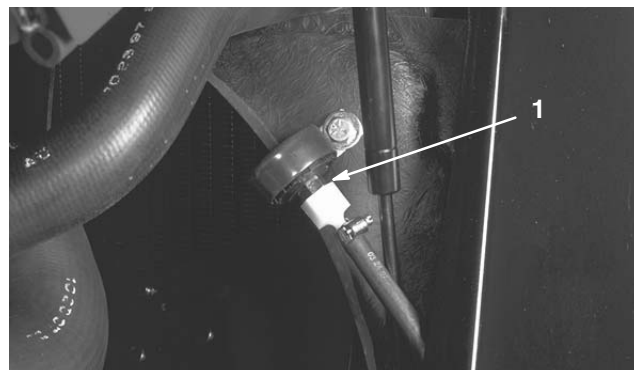

Figure 51
2. Le reniflard se trouve du côté droit du radiateur (Fig. 51). Nettoyez la surface autour du reniflard, dévissez-le avec une clé et montez le reniflard de rechange.